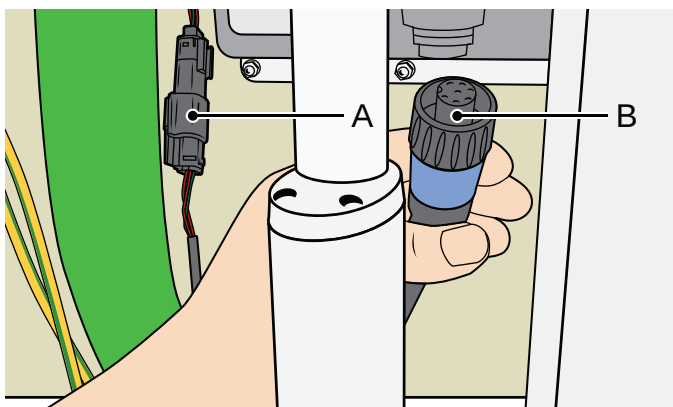

Figure 72
1. Branchez le connecteur du capteur d'entrée (détection de la protection Hydrosound) (A) et le connecteur du transducteur (B). Voir Figure 72.